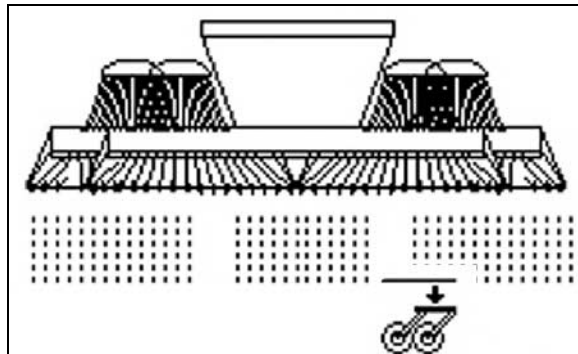

Fig. 65
1.  Välj låglyftsfunktionen (Fig. 65).